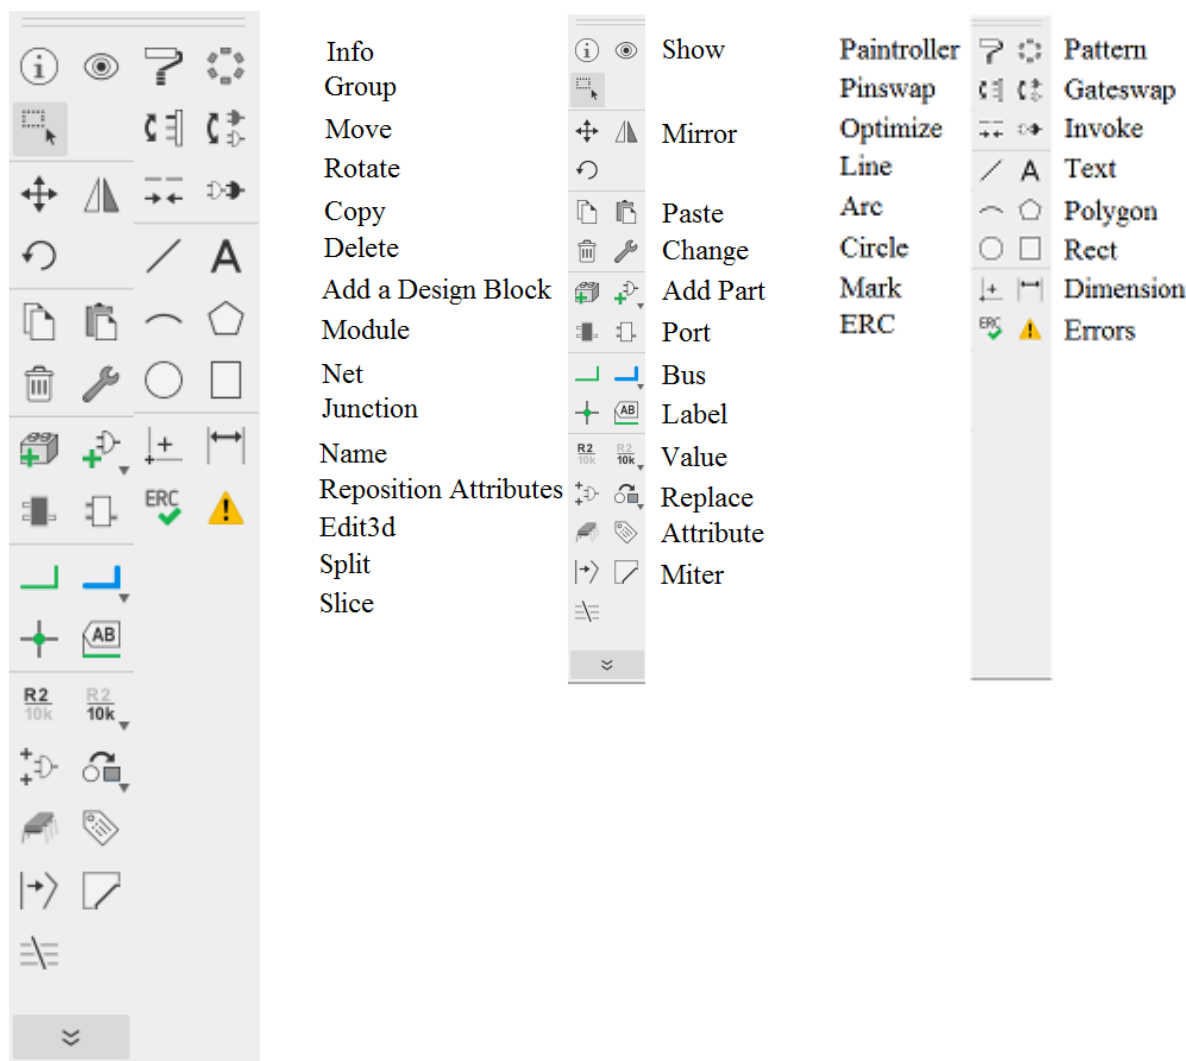

Figura 5: Barra de iconos a utilizar de la ventana Schematic.
- En la **ventana Schematic** de Eagle, dé clic izquierdo en el icono **Add Part** (ver figura 5). Se cargará la ventana **ADD**, de librerías de los componentes incluidos en Eagle.